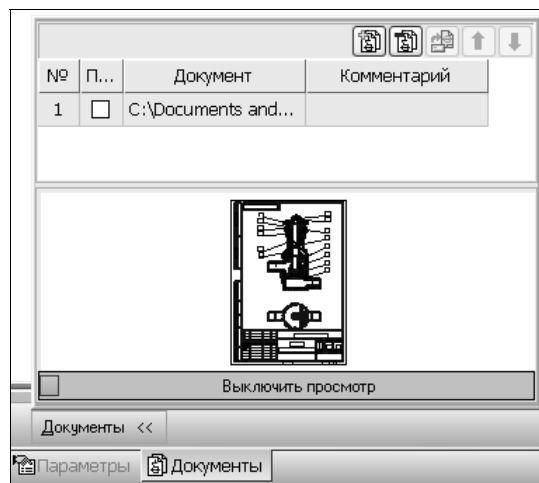

Рис. 9.114. Окно **Добавить документ**
2. Подключите к объекту ассоциативный сборочный чертеж клапана. Откройте вкладку **Документы** на панели свойств. Нажмите кнопку **Добавить документ**. В диалоге открытия файлов выберите документ с ассоциативным сборочным чертежом и нажмите кнопку **Открыть**. В ответ на запрос системы относительно копирования данных из основной надписи чертежа нажмите кнопку **Да**. В окне **Добавить документ** не ставьте фла-жок **Передавать изменения в документ** (рис. 9.114).